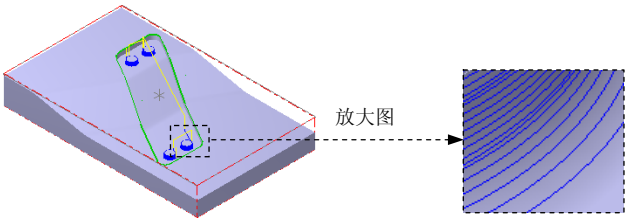

图 14.30 刀具路径
- (1) 在“曲面精加工等高外形”对话框中单击等高外形精加工参数选项卡，在 z 轴最大进给量：文本框中输入值 0.25，在整体误差(T)... 文本框中输入值 0.005。
- (2) 在两区段间的路径过渡方式区域选中斜插单选项以及“曲面残料粗加工”对话框中左下方的切削顺序最佳化复选框。其他参数接受系统默认设置值。
Step9. 单击“曲面精加工等高外形”对话框中的按钮，完成加工参数的设置，此时系统将自动生成图 14.30 所示的刀具路径。